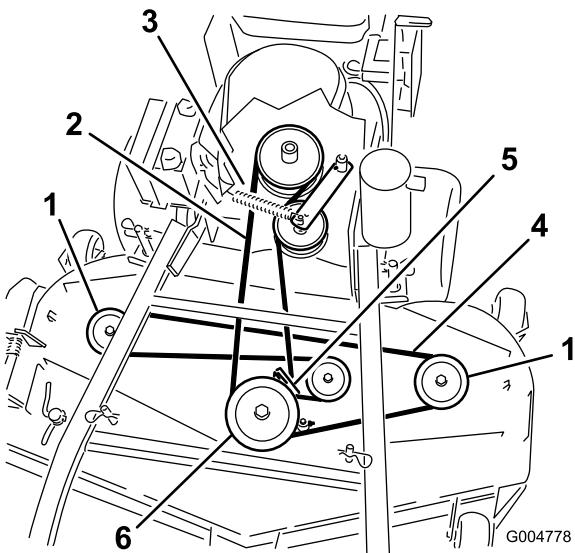
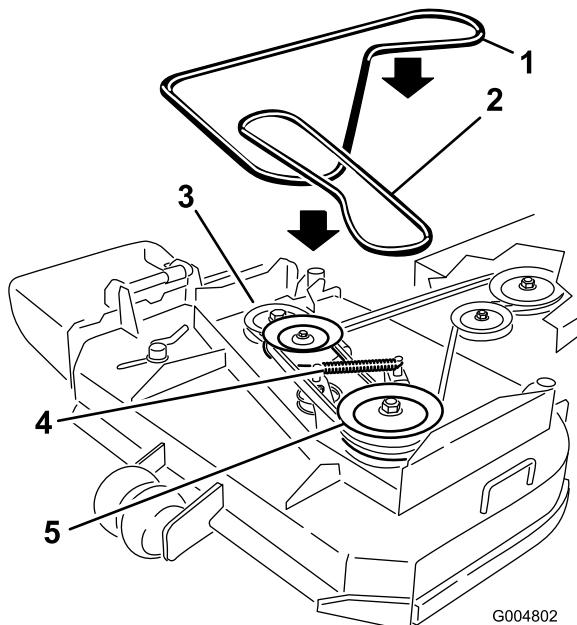

Figura 45
Figura 46
- Desconecte el muelle del brazo de la polea tensora para aliviar la tensión de dicho brazo y de la polea tensora; retire la correa del cortacésped desgastada (Figura 45 o Figura 46).
- Instale la nueva correa del cortacésped alrededor de las dos poleas exteriores de los ejes, la polea tensora y en la ranura inferior de la polea doble de los ejes (Figura 45 o Figura 46).
- Conecte el muelle del brazo de la polea tensora (Figura 45 o Figura 46).
- Ajuste la guía a 3 mm (1/8 pulg.) de la correa (Figura 45 o Figura 46).